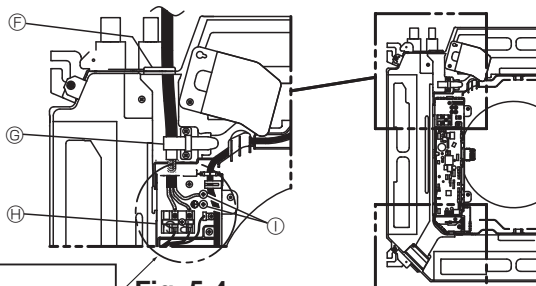

Fig. 5-4
5. Fixez fermement les câbles aux blocs de sortie. (Fig. 5-4, 5-5)
6. Fixez le câble d'alimentation sur l'appareil à l'aide de la bride pour câblage. (Fig. 5-4)